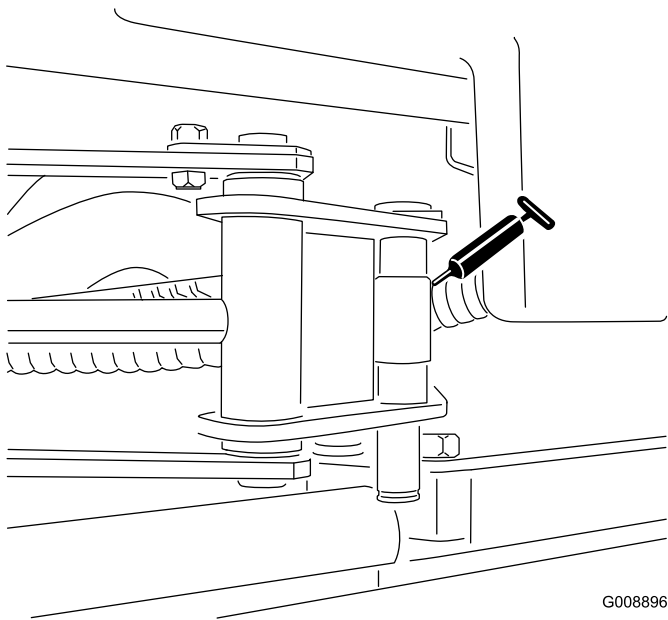

Figure 52
- Extrémités du vérin de SideWinder (2 ; modèle 03171 uniquement) (Figure 52)